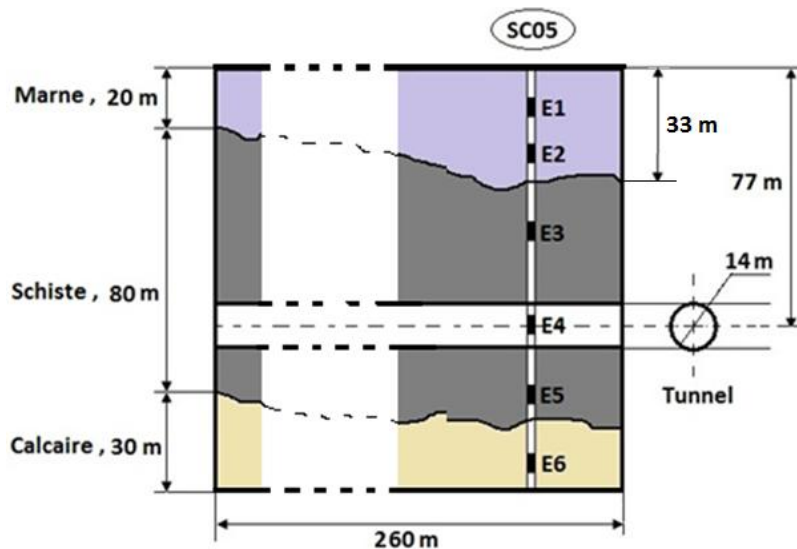

Figure 1 — Position du SC05 et des échantillons prélevés.
A 77 m de profondeur, nous voulons franchir un massif rocheux de 80 m d'épaisseur moyenne par la réalisation d'un tunnel ayant 14 m de diamètre sur une longueur de 260 m. Pour cela, cinq (05) sondages de reconnaissance (espacés de 50 m) ont été réalisés pour déterminer la nature de la roche constituant le massif rocheux tout en faisant des prélèvements d'échantillons afin d'évaluer ses propriétés mécaniques au niveau du laboratoire. Un total de six (06) échantillons ont été prélevés à partir de chaque sondage de reconnaissance (Figure 1).